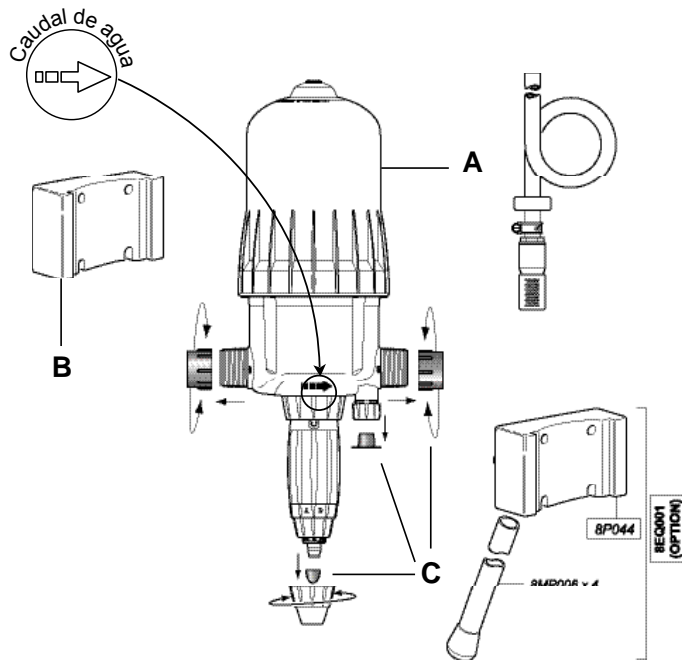

Fig. 1
- un soporte mural (Fig. 1-A) y una cincha (Fig. 1-B),
- Colocar las colas de milano del Dosatron (Fig. 1-A) en el soporte mural (Fig. 1-B).
- Retirar los tapones de protección (Fig. 1-C) que obstruyen los orificios de su DOSATRON antes de conectarlo a la red de agua.